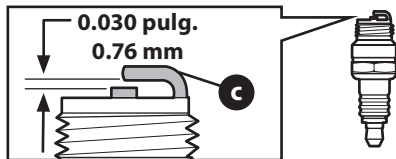

Figura 12
3. Mida la separación de bujía con un calibrador. Corrija de ser necesario torciendo el electrodo lateral (c) (Figura 12). La separación debe establecerse en 0.030 pulgadas (0.76 mm).